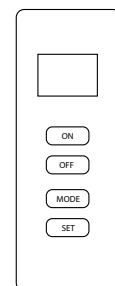

Fig. 28 - Remoto
7. Mantenga oprimida la perilla de control durante (30) segundos después de que el piloto encienda. Suelte la perilla de control.
- Si el piloto se apaga repita los pasos 3 al 7. Espere (1) minuto antes de intentar encender el piloto de nuevo. Si después de varios intentos el piloto todavía se apaga, gire la perilla de control del gas hacia la derecha  a la posición "OFF" y llame a un técnico de servicio calificado.
9. Para usar el control remoto termostático incluido, coloque el interruptor del receptor en la posición "REMOTE" (Ver Fig. 28). Presione el botón ON para encender el control remoto y encender el quemador principal. Consulte el manual de instrucción del control remoto en la siguiente página para las funciones "MODE" y "SET".